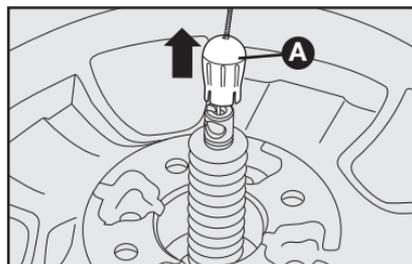

fig. 7
- Levantar a tampa de proteção **A-fig. 7** do cabo de segurança.